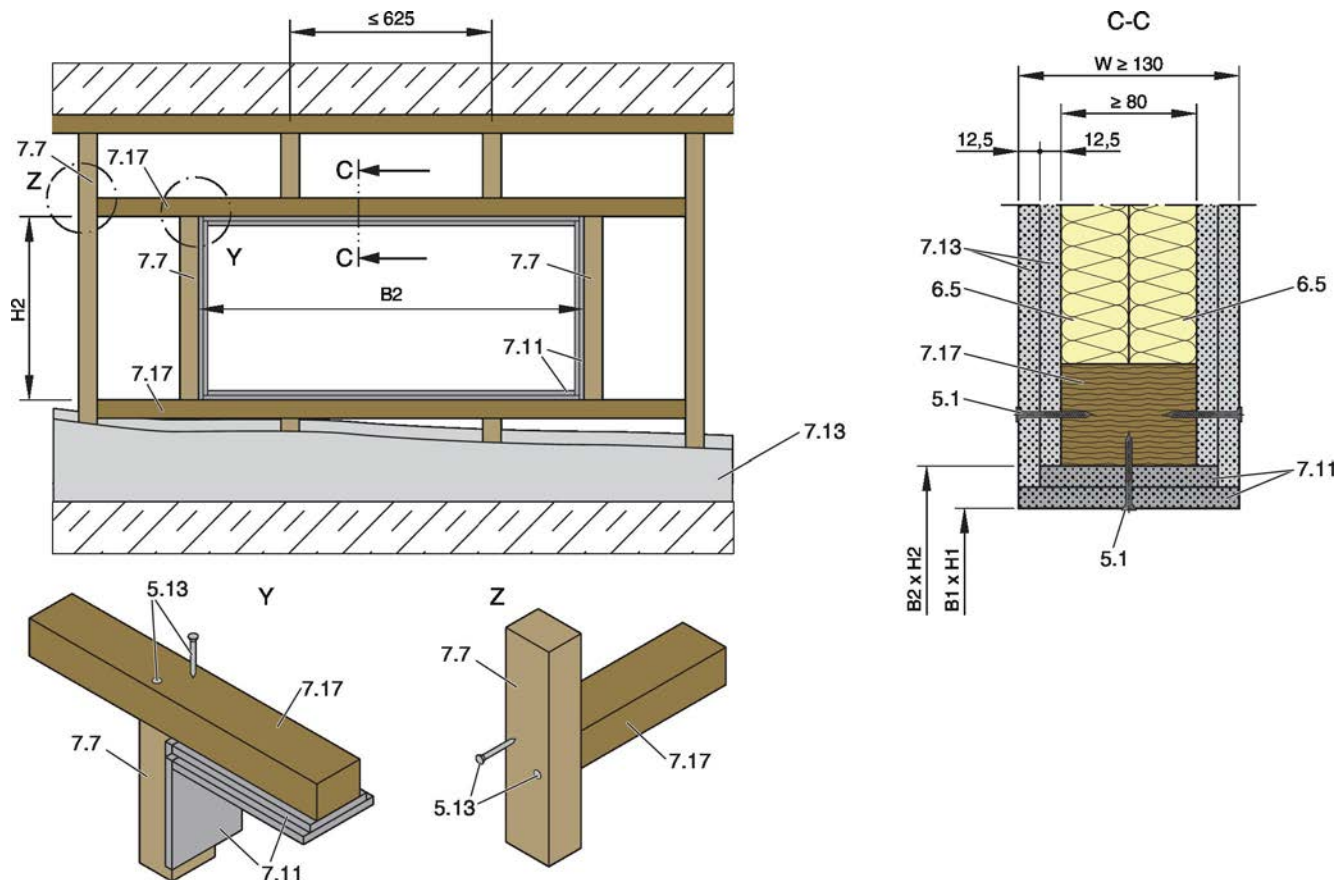
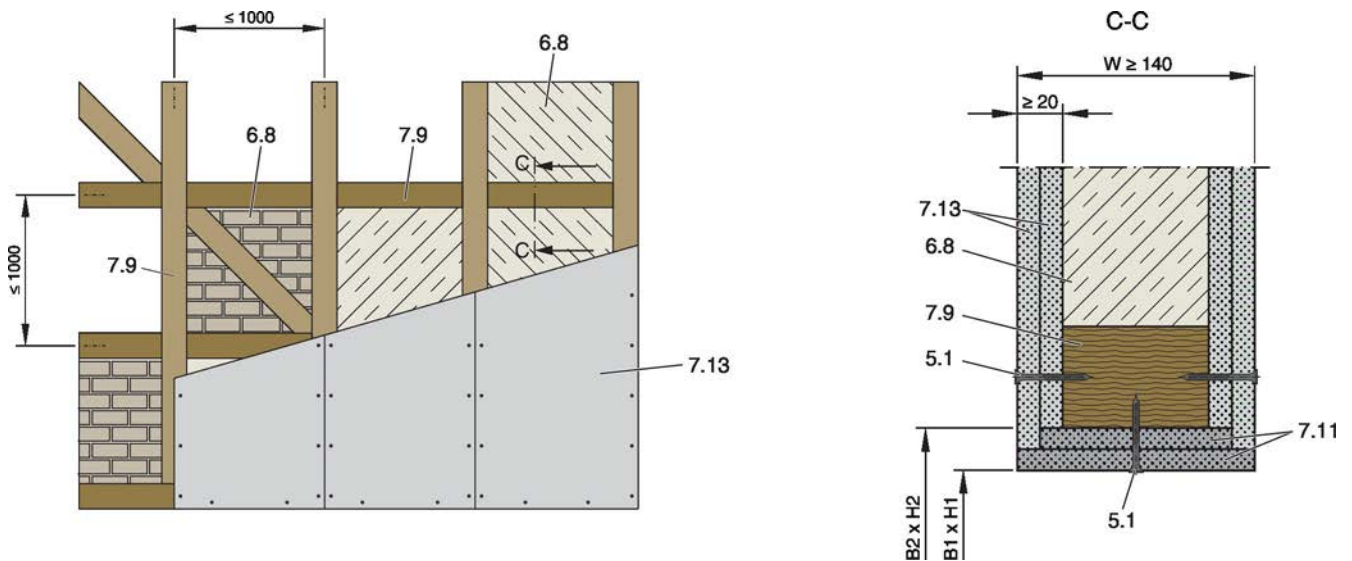

Abb. 34: Leichtbauwand mit Holzständer und beidseitiger Beplankung
Abb. 35: Leichtbauwand mit Holzfachwerk und beidseitiger Beplankung
- Einbauöffnung im Holzständerwerk mit Holzständer 7.7, Auswechslung 7.17 und Laibung 7.11 bzw. im Holzfachwerk 7.9 und Laibung 7.11 herstellen, siehe Abb. 34 bzw. Abb. 35.